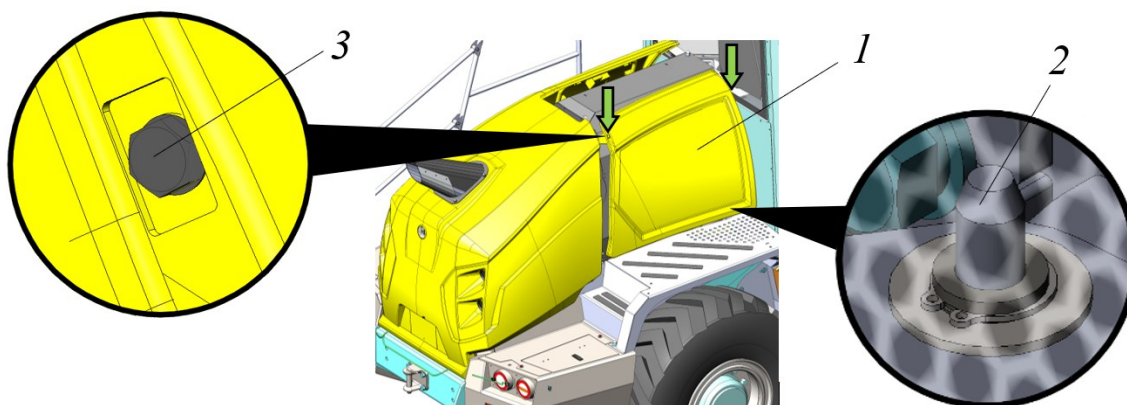

Рисунок 5.7. Створка крыльчатки вентилятора
- ▶ Ключом (S=17) выкрутить 2 болта 3, рис. 5.7, места расположения болтов показаны стрелками.
- ▶ Потянуть створку 1 вверх (высвободив ее из штифтов 2, рис. 5.7) и на себя.
- ▶ Установить створку 1 на штифты 2 совместить отверстия створки 1 с каркасом и вкрутить 2 болта 3, рис. 5.7. Болты 3 затянуть моментом 43-46 Н*м.